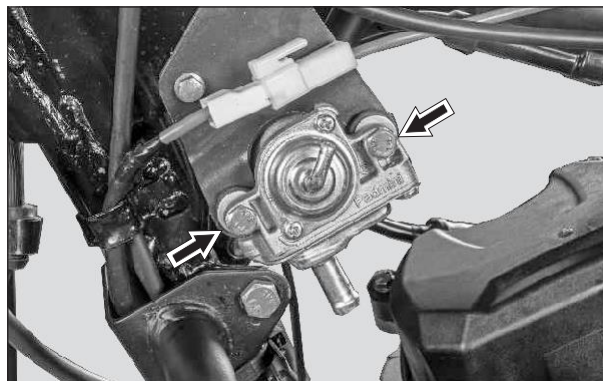

Fig. 4.40
- Retire los 2 tornillos Hexagonales (M6x30) que fijan la válvula SAI al chasis y retire la válvula junto con las arandelas y tuercas. (Fig. 4.40)